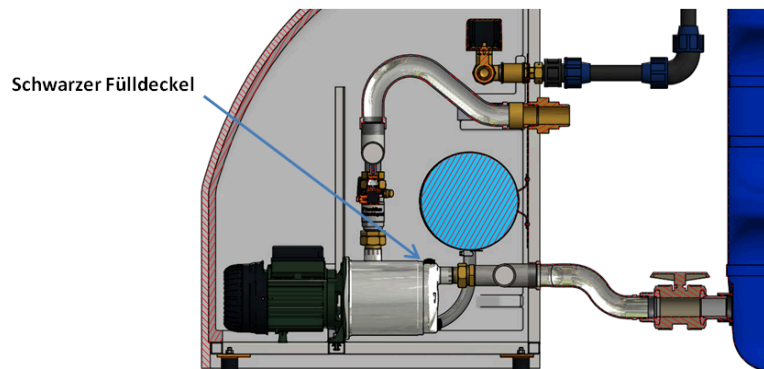

Figure 44 : Purge de la pompe à pression
- V. Purgez les deux pompes à pression en ouvrant le bouchon de remplissage noir jusqu'à ce que l'eau sorte (voir Figure 44).